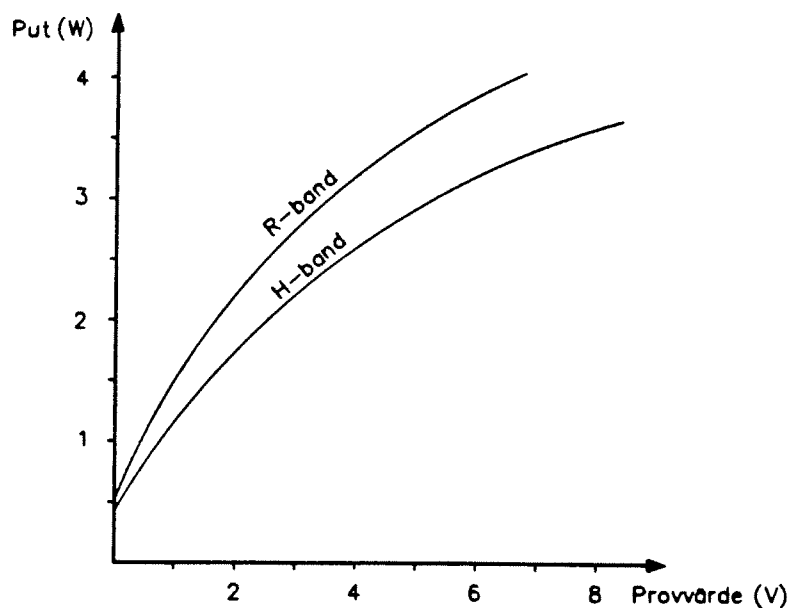

Bild 63.
- Anslut PROVDON RA 738S till sändarens PROV kontaktdon ④ .
Den reflekterade effekten som funktion av URI-meter utslaget framgår av bild 63. Ingen av indikeringarna EFFEKT FEL FRAM ① eller REFL ② ska tändas.